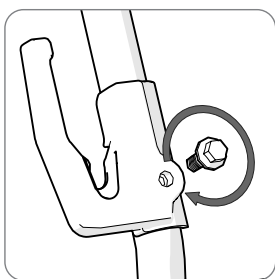

Fig 5
- Quite los dos pernos de fijación. (Fig. 5)